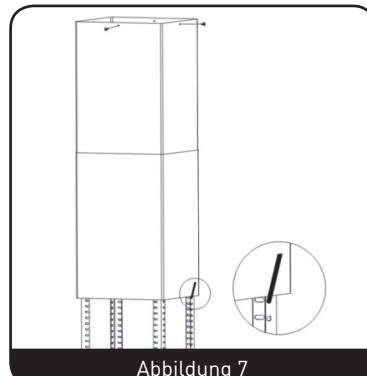

Abbildung 7
5. Befestigen Sie die obere Esse mit vier gewindeformenden Schrauben. Stecken Sie die untere Esse auf die Winkelstangen und heben Sie sie an, bis sie sich direkt unter der oberen Esse befindet. (Abbildung 7)